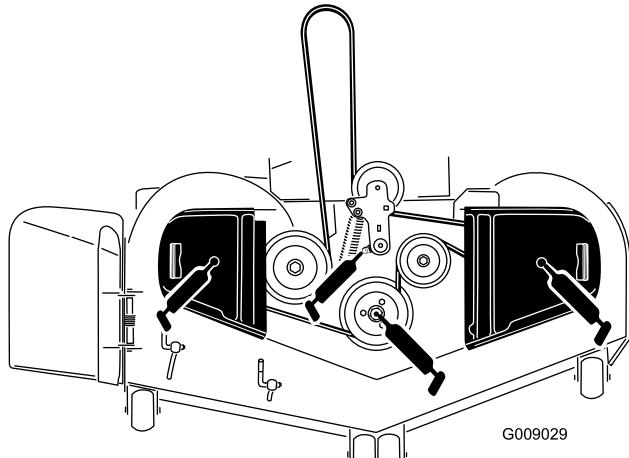

Figure 41
- Graissez le pivot de la poulie de tension du tablier de coupe jusqu'à ce que la graisse ressorte par le bas (Figure 41).
- Graissez les graisseurs sur le côté des 3 roulements d'axes jusqu'à ce que la graisse ressorte par le bas (Figure 41).
- Graissez le bras de la poulie de tension de la courroie d' entraînement (Figure 41).